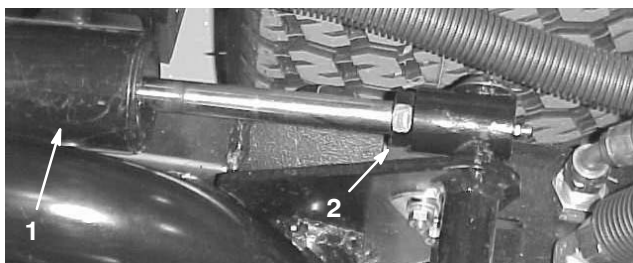

Figure 9
3. Mettez le moteur en marche, relevez les plateaux de coupe et vérifiez que l'écartement entre le segment d'usure sur le dessus de la barre d'usure du plateau arrière et la bride de butée est compris entre 0,51 et 2,54 mm (Fig. 8). Si ce n'est pas le cas, réglez le vérin arrière de manière à obtenir l'écartement voulu. Pour régler le vérin, abaissez les plateaux de coupe et reculez l'écrou de blocage sur le vérin (Fig. 9). En vous aidant d'une pince et d'un chiffon, tenez la tige du vérin près de l'écrou et tournez la tige. Relevez les plateaux de coupe et vérifiez l'écartement. Répétez la procédure au besoin. Resserez l'écrou de blocage de chape.